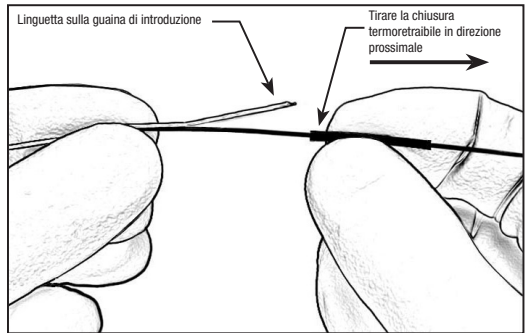

Figura 3: tirare la chiusura termoretraibile in direzione prossimale
17. Tenere il dispositivo in posizione appena distale rispetto alla chiusura termoretraibile e tirare quest'ultima in direzione prossimale per esporre la linguetta sulla guaina di introduzione. Vedere la Figura 3.